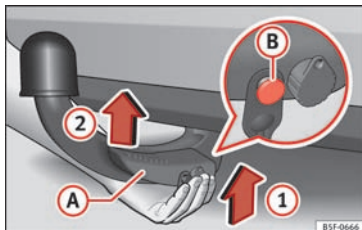

Fig. 222 Placering af aftageligt kuglehoved/oplåsningsskift i udklappet tilstand
- Hold fast i det aftagelige kuglehoved **nedfra** » Fig. 222, og sæt det ind i holderen til